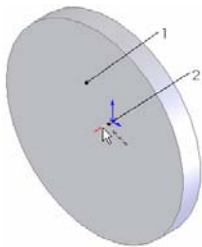
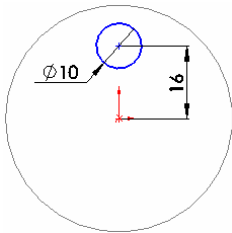
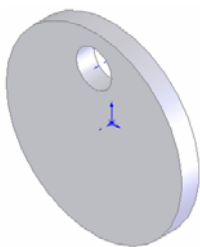

图 5-105 设置基准面
图 5-106 绘制草图
图 5-107 切除拉伸的图形
- ❶ 设置基准面。在左侧的“FeatureManager 设计树”中用鼠标选择“前视基准面”作为绘制图形的基准面。
- ❷ 绘制草图。选择菜单栏中的“工具”→“草图绘制实体”→“圆”命令,以原点为圆心绘制一个直径为 50 的圆。
- ❸ 拉伸实体。选择菜单栏中的“插入”→“凸台/基体”→“拉伸”命令,将上一步绘制的草图拉伸为“深度”为 5 的实体。
- ❹ 显示临时轴。选择菜单栏中的“视图”→“临时轴”命令,使视图中显示临时轴。
- ❺ 设置基准面。用鼠标选择如图 5-105 所示中的表面 1,然后单击“标准视图”工具栏中的“正视于”图标,将该表面作为绘制图形的基准面。
- ❻ 绘制草图。选择菜单栏中的“工具”→“草图绘制实体”→“圆”命令,在上一步设置的基准面上绘制一个圆并标注尺寸,结果如图 5-106 所示。
- ❼ 拉伸实体。选择菜单栏中的“插入”→“切除”→“拉伸”命令,将上一步绘制的草图切除拉伸为终止条件为“完全贯穿”的实体。
- ❽ 设置视图方向。单击“标准视图”工具栏中的“等轴测”图标,将视图以等轴测方向显示,结果如图 5-107 所示。
- ❿ 设置属性管理器。在“要阵列的特征”一栏中,用鼠标选择如图 5-107 所示切除拉伸的实体;在“阵列轴”一栏中,用鼠标选择图 5-105 中的临时轴 1;在“实例数”一栏中输入值 6,其他设置参考如图 5-108 所示。